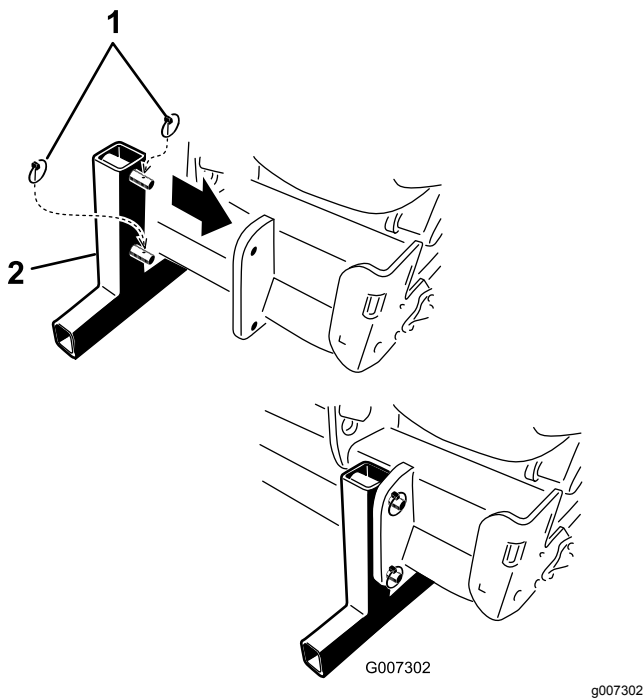

Bild 44
5. Montieren Sie die Sicherheitsständer und befestigen sie mit den Klappsteckern am Aerifizierer (Bild 44).